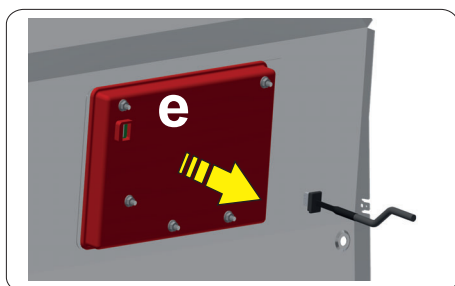

Abb. 12
- Trennen Sie das Kabel vom Display (Punkt **e** - siehe **Abb. 12**).